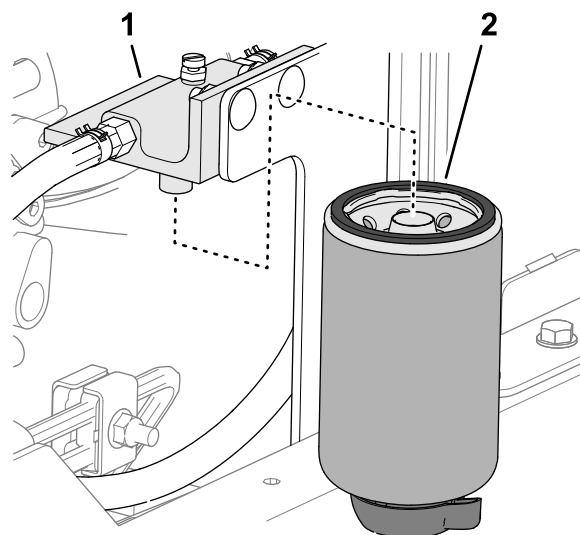

Figura 85
2. Limpie la cabeza del filtro y el cartucho del filtro (Figura 85).